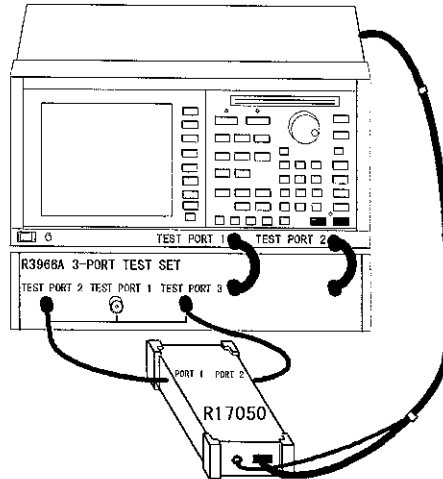

図 2-9 RF ポートの接続
- ⑫ 本器の RF ポートとテスト・セットの測定ポートを接続します (図 2-9 参照)。接続に使うケーブルは、実際に DUT を測定するときに使うケーブルを使います。本器の RF ポートは方向性がありません。接続はどちらでも構いません。